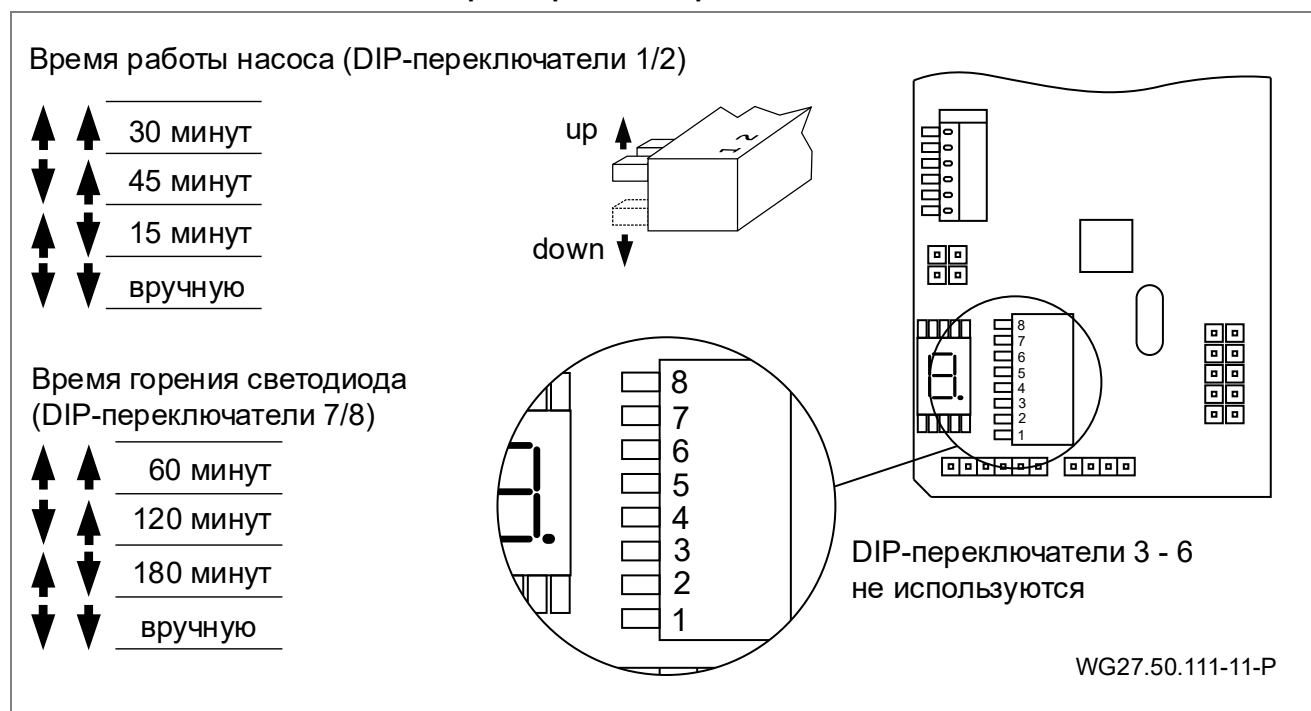

Рис. 30
3. С помощью опор расслабить всасывающий и напорный трубопроводы. См. "Рис. 30".